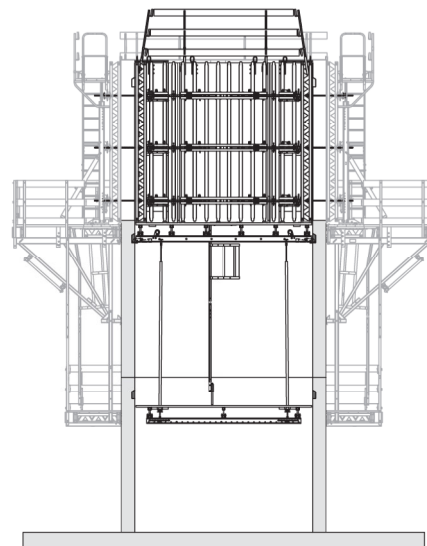

Fig. A4.05
5. Posizionare e allineare la cassaforma interna. (Fig. A4.05)